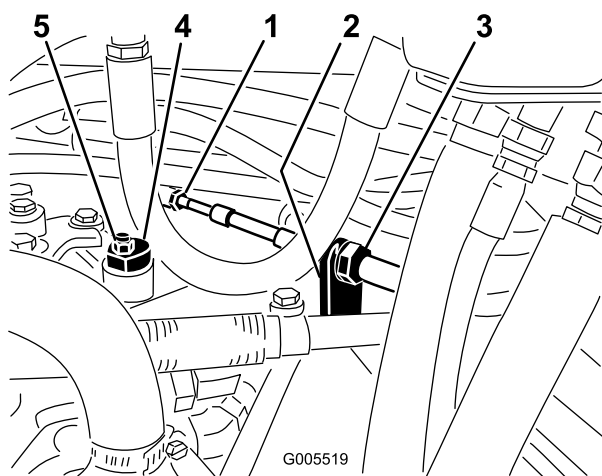

Figure 55
- A. Desserrez les écrous de blocage qui fixent le câble de commande de transmission à la cloison sur l'hydrostat (Figure 55). Desserrez les écrous de blocage uniformément et suffisamment pour permettre le réglage.
Remarque: Desserrez l'écrou de fixation de l'excentrique en haut de l'hydrostat (Figure 55).
Lorsque la route arrête de tourner, serrez l'écrou pour bloquer l'excentrique et le réglage (Figure 55). Vérifiez le réglage avec la commande d'accélérateur en position bas régime, puis haut régime.
- D. De chaque côté de la cloison, serrez les contre-écrous uniformément pour fixer le câble de transmission à la cloison (Figure 55).